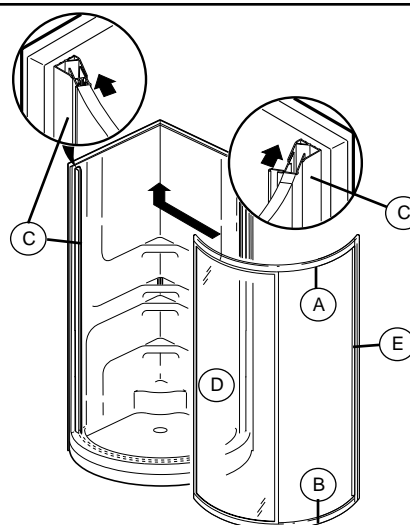

FIG. 4
Insert fixed frame into wall jambs (C) as shown in Fig. 4.
Insérez le cadre fixe dans les montants muraux (C) comme indiqué à la Fig. 4.
Inserte el marco fijo en las jambas murales (C) como se muestra en la Fig. 4.